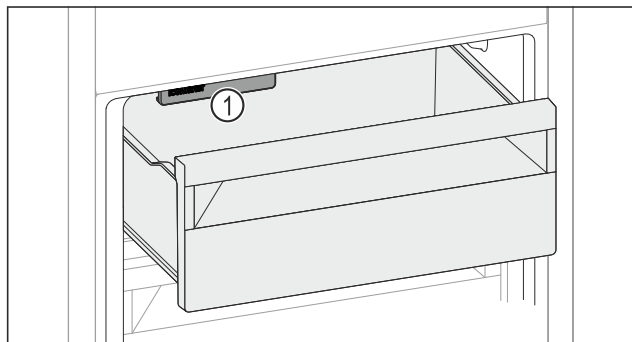

Fig. 162
- ▶ Luați în considerare IceMaker Fig. 162 (1).